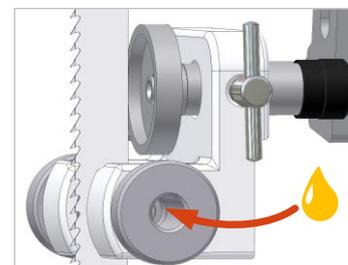

Abbildung 41: APA Seitenrollen ölen
- Die Verschlussstopfen der Rollen entfernen und einige Tropfen Öl in die Lagerungen geben (siehe ⇒ Abbildung 41).